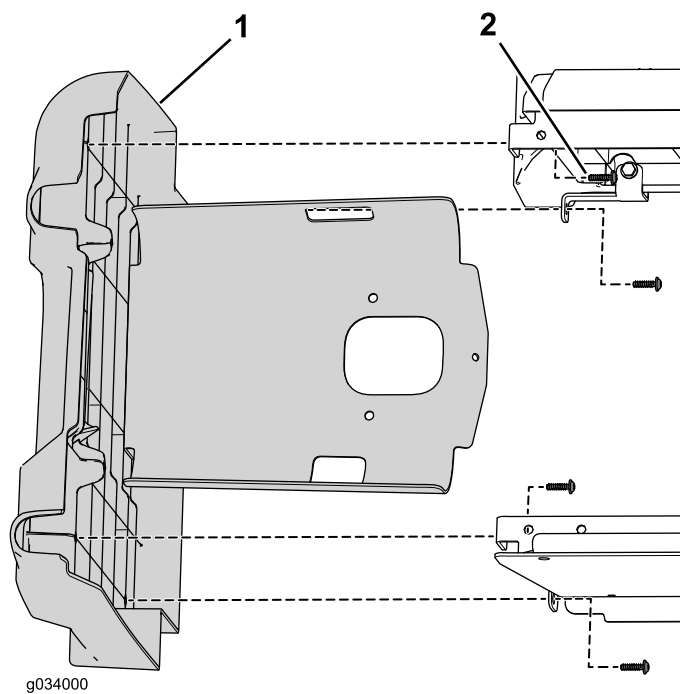

Figura 3
- Retire os quatro parafusos que fixam o painel esquerdo ao conjunto do banco inferior (Figura 3).